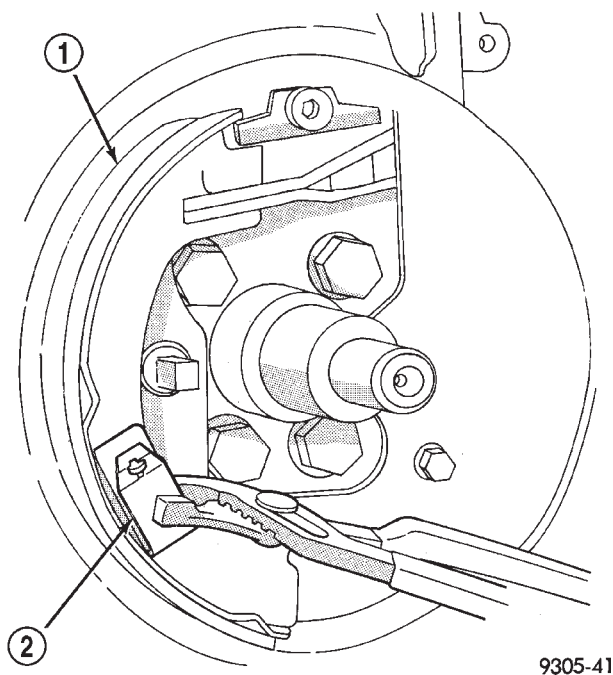

Fig. 26 Collarín de sujeción y zapata de freno delanteros
(13) Retire el collarín de sujeción de la zapata de freno delantera (Fig. 26). Retire el conjunto de zapata de freno delantero.
- (1) Instale la zapata de freno delantero y asegúrela en su sitio con un collarín de sujeción (Fig. 26).